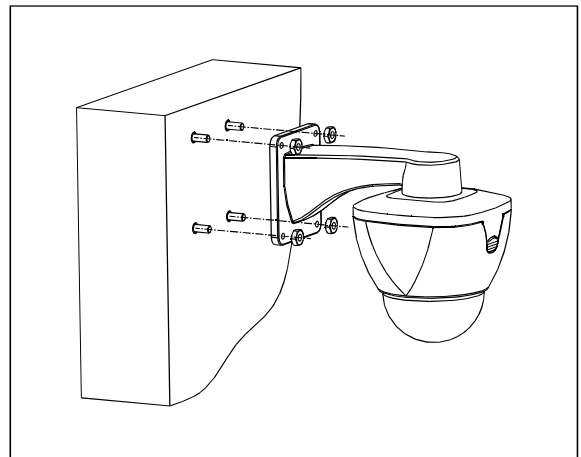

图2.2-3
3. 使输出线卡入支架底板出线槽内，将壁挂支架对准墙上的M8螺栓，然后用M8螺母锁紧壁挂支架，如图2.2-3所示